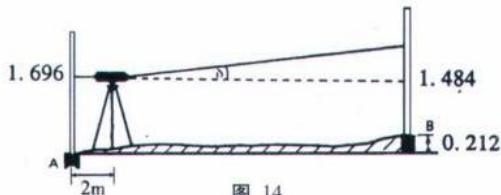

图 14
5.2.2 仪器安置在离 A 点 2m 处，读取 a_2, b_2 （如图 14）。